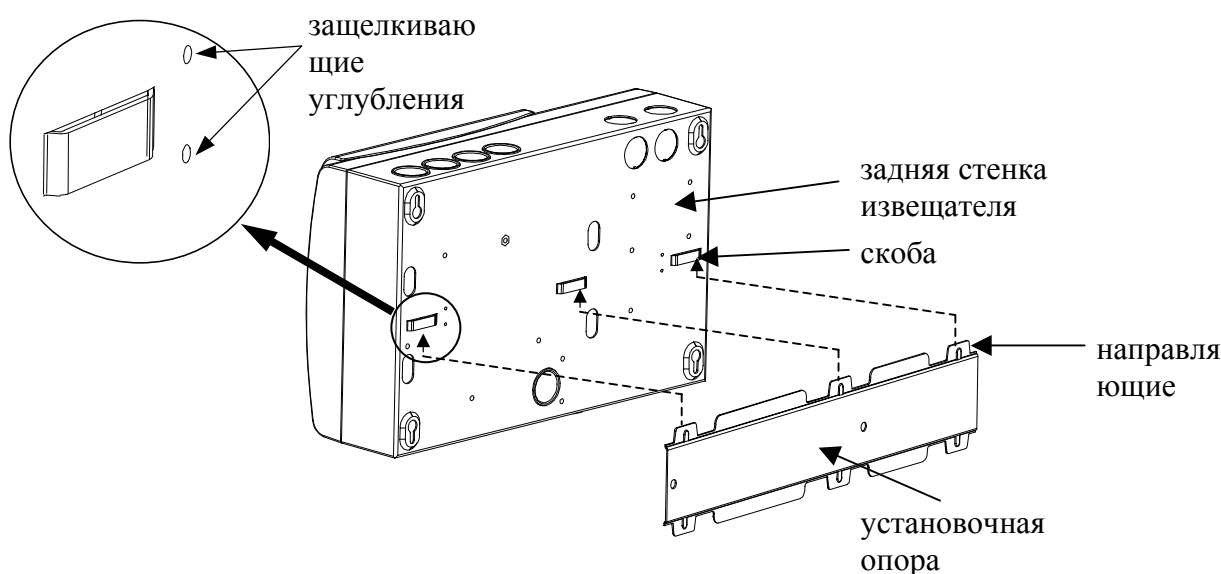

Рис. 8 Установка извещателя на монтажной опоре.
- б) совместите скобы (3 шт.), расположенные на задней стенке извещателя, с направляющими на опоре. См. Рис. 8.